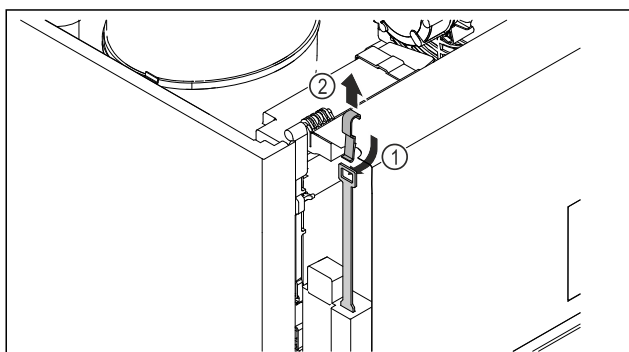

Fig. 245
- Vložte klíč pro nouzové odblokování shora Fig. 245 (1), zahákněte jej za zámek a vytáhněte nahoru Fig. 245 (2).